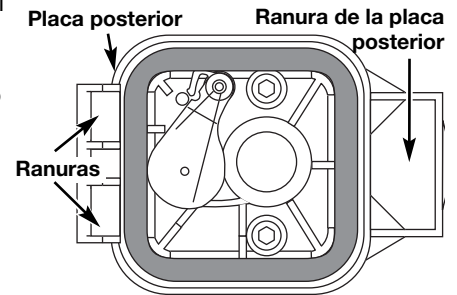

Fig. 31
6. Vuelva a colocar el filtro (Fig. 31).
7. Vuelva a instalar la cubierta del filtro de aire. Coloque los ganchos del lado izquierdo de la cubierta del filtro de aire en las ranuras del lado izquierdo de la placa posterior (Fig. 31).